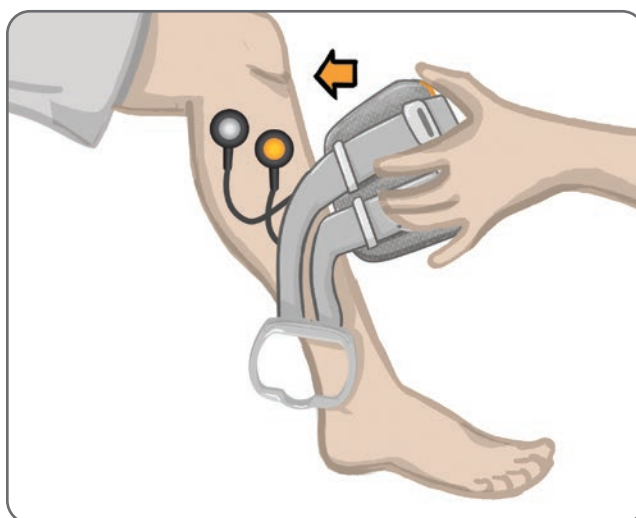

Figura 8-5: Poziționarea locatorului sub rotulă
6. Poziționați locatorul pentru jambiera Lower Leg sub rotulă, peste platoul tibial. Consultați Figura 8-5. Asigurați-vă că jambiera nu atinge bazele pentru electrozi. Locatorul trebuie să se potrivească bine și confortabil sub polul inferior al rotulei.